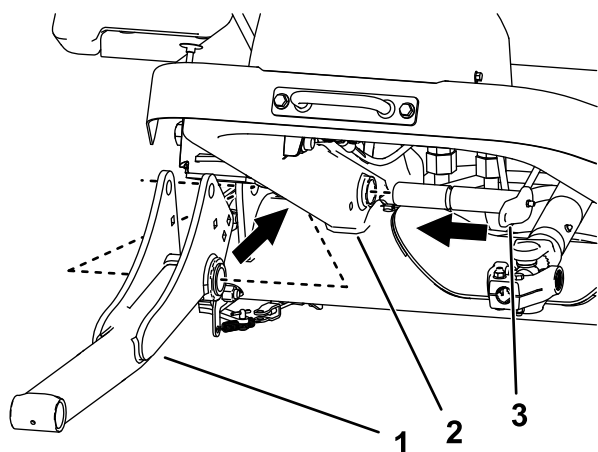

Figura 10
- Montai braele de ridicare i tifturile mari pe cadrul mainii (Figura 10).